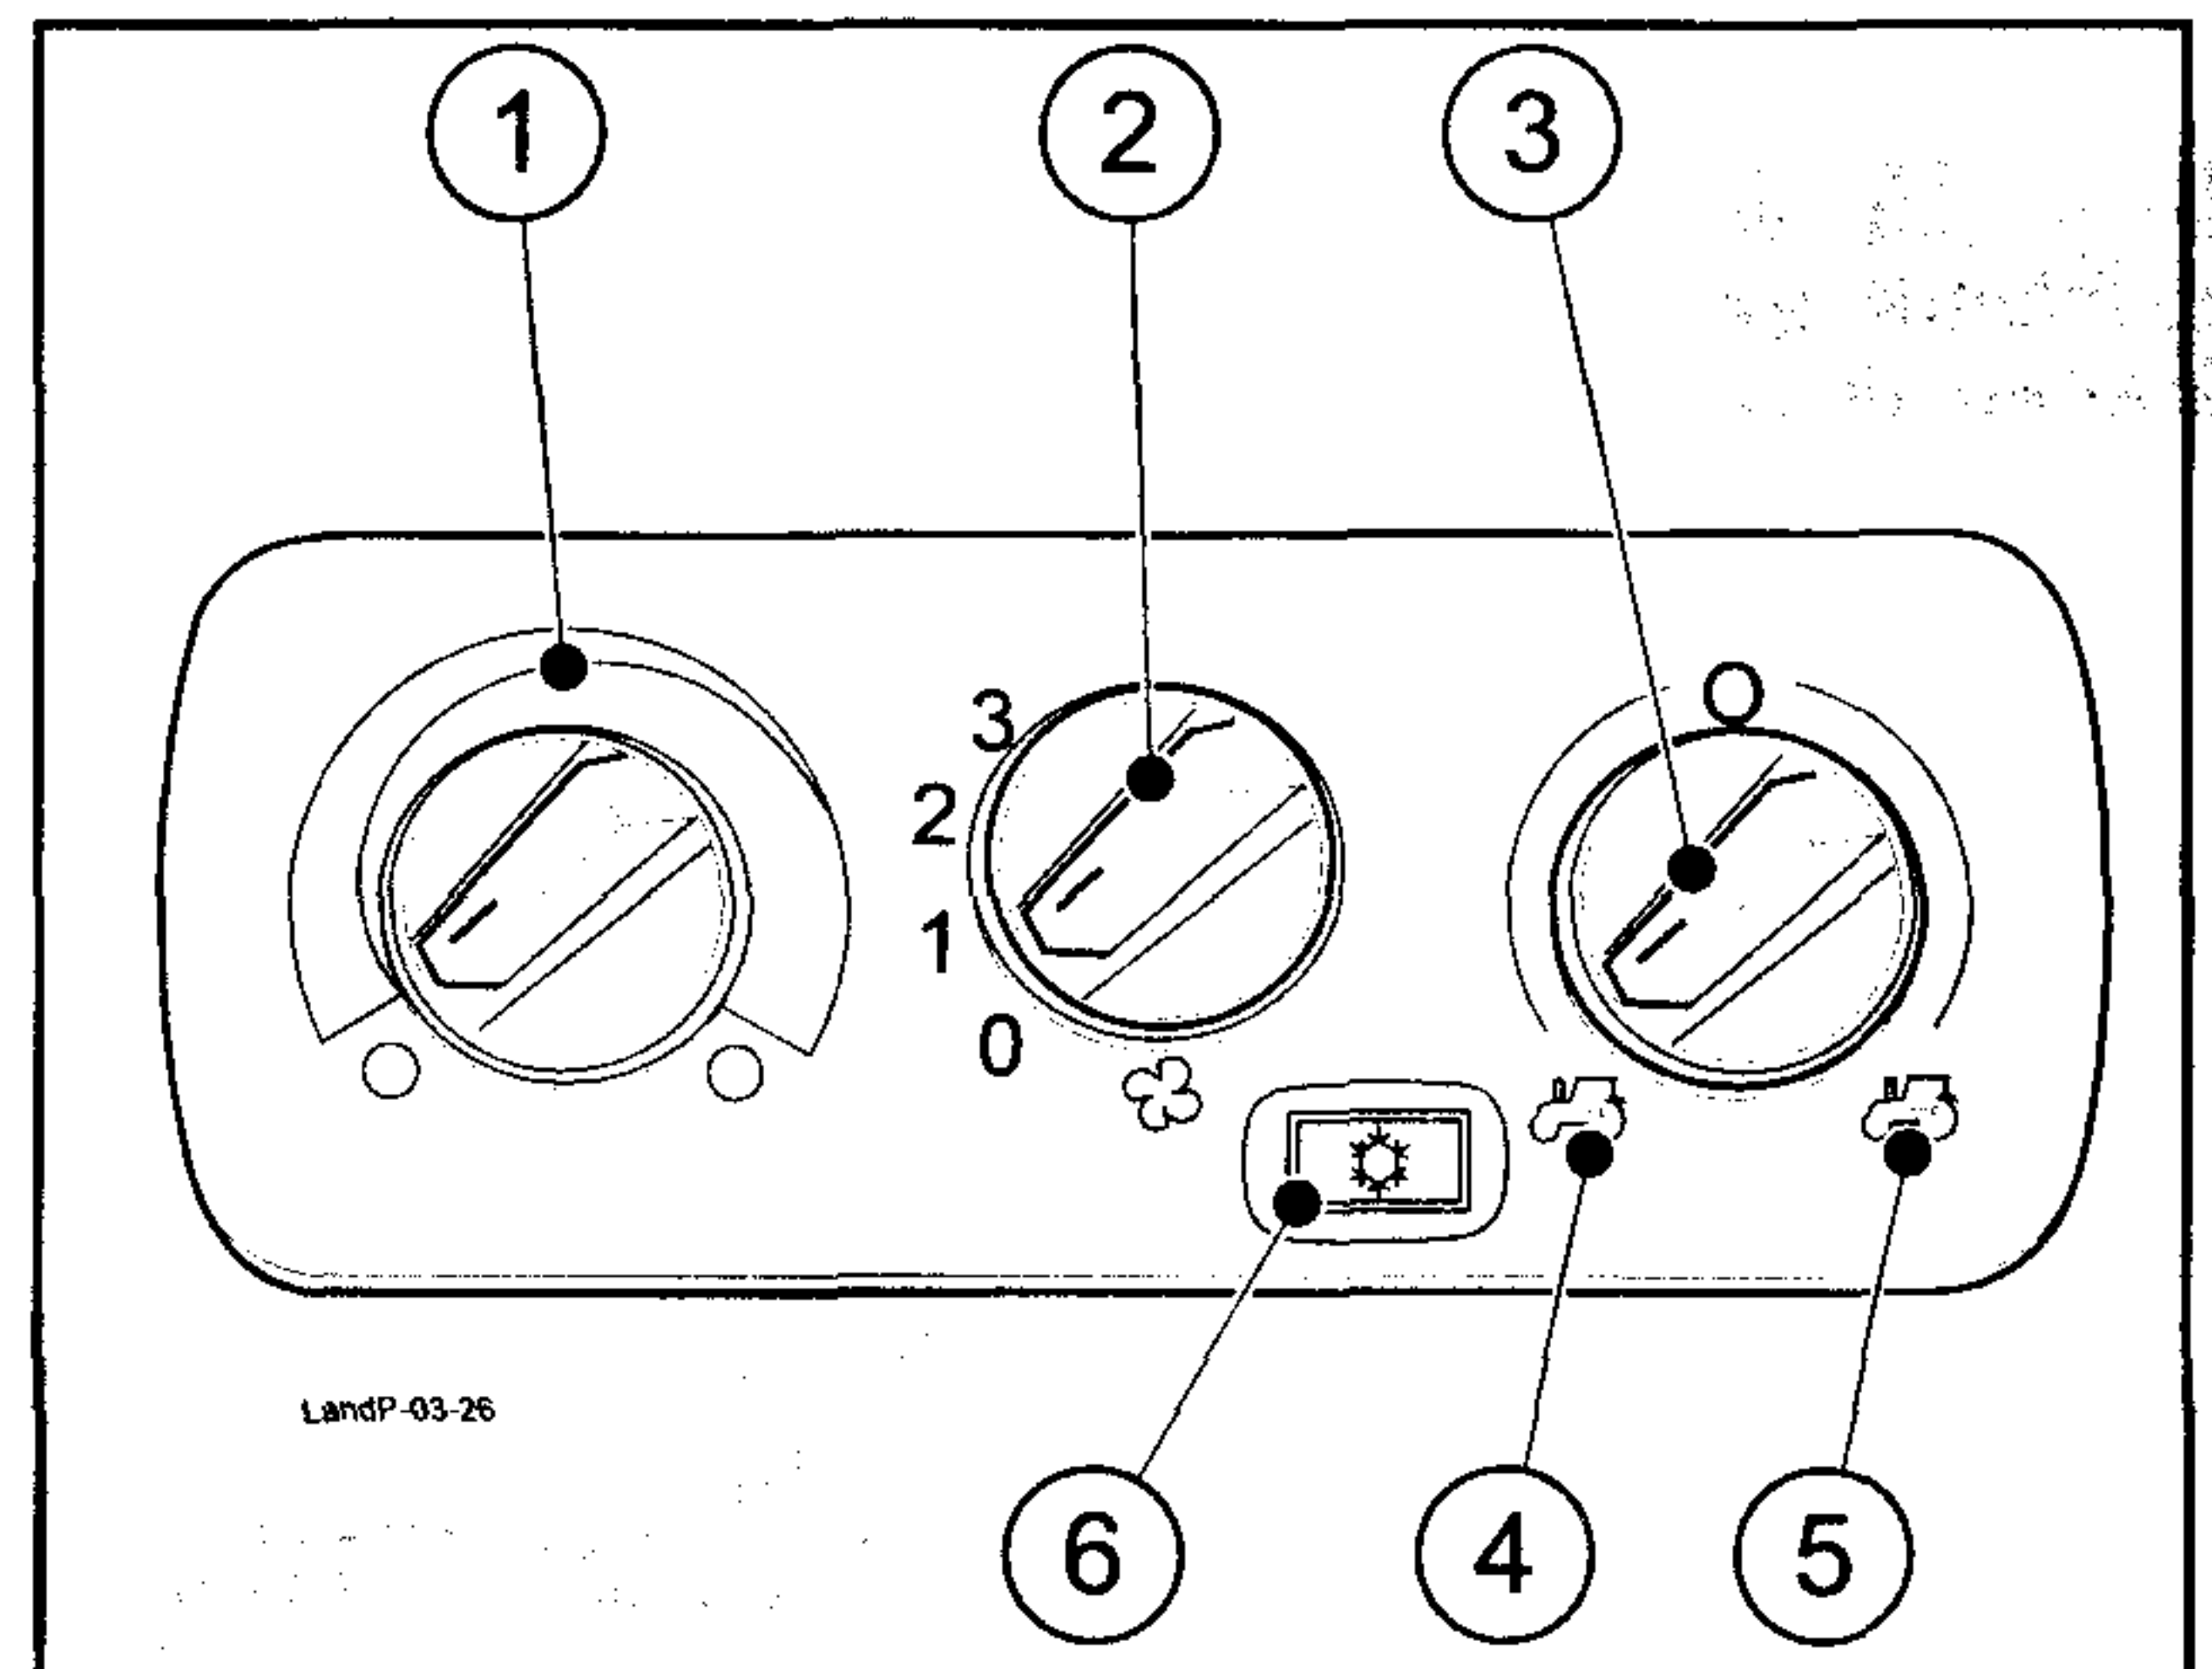
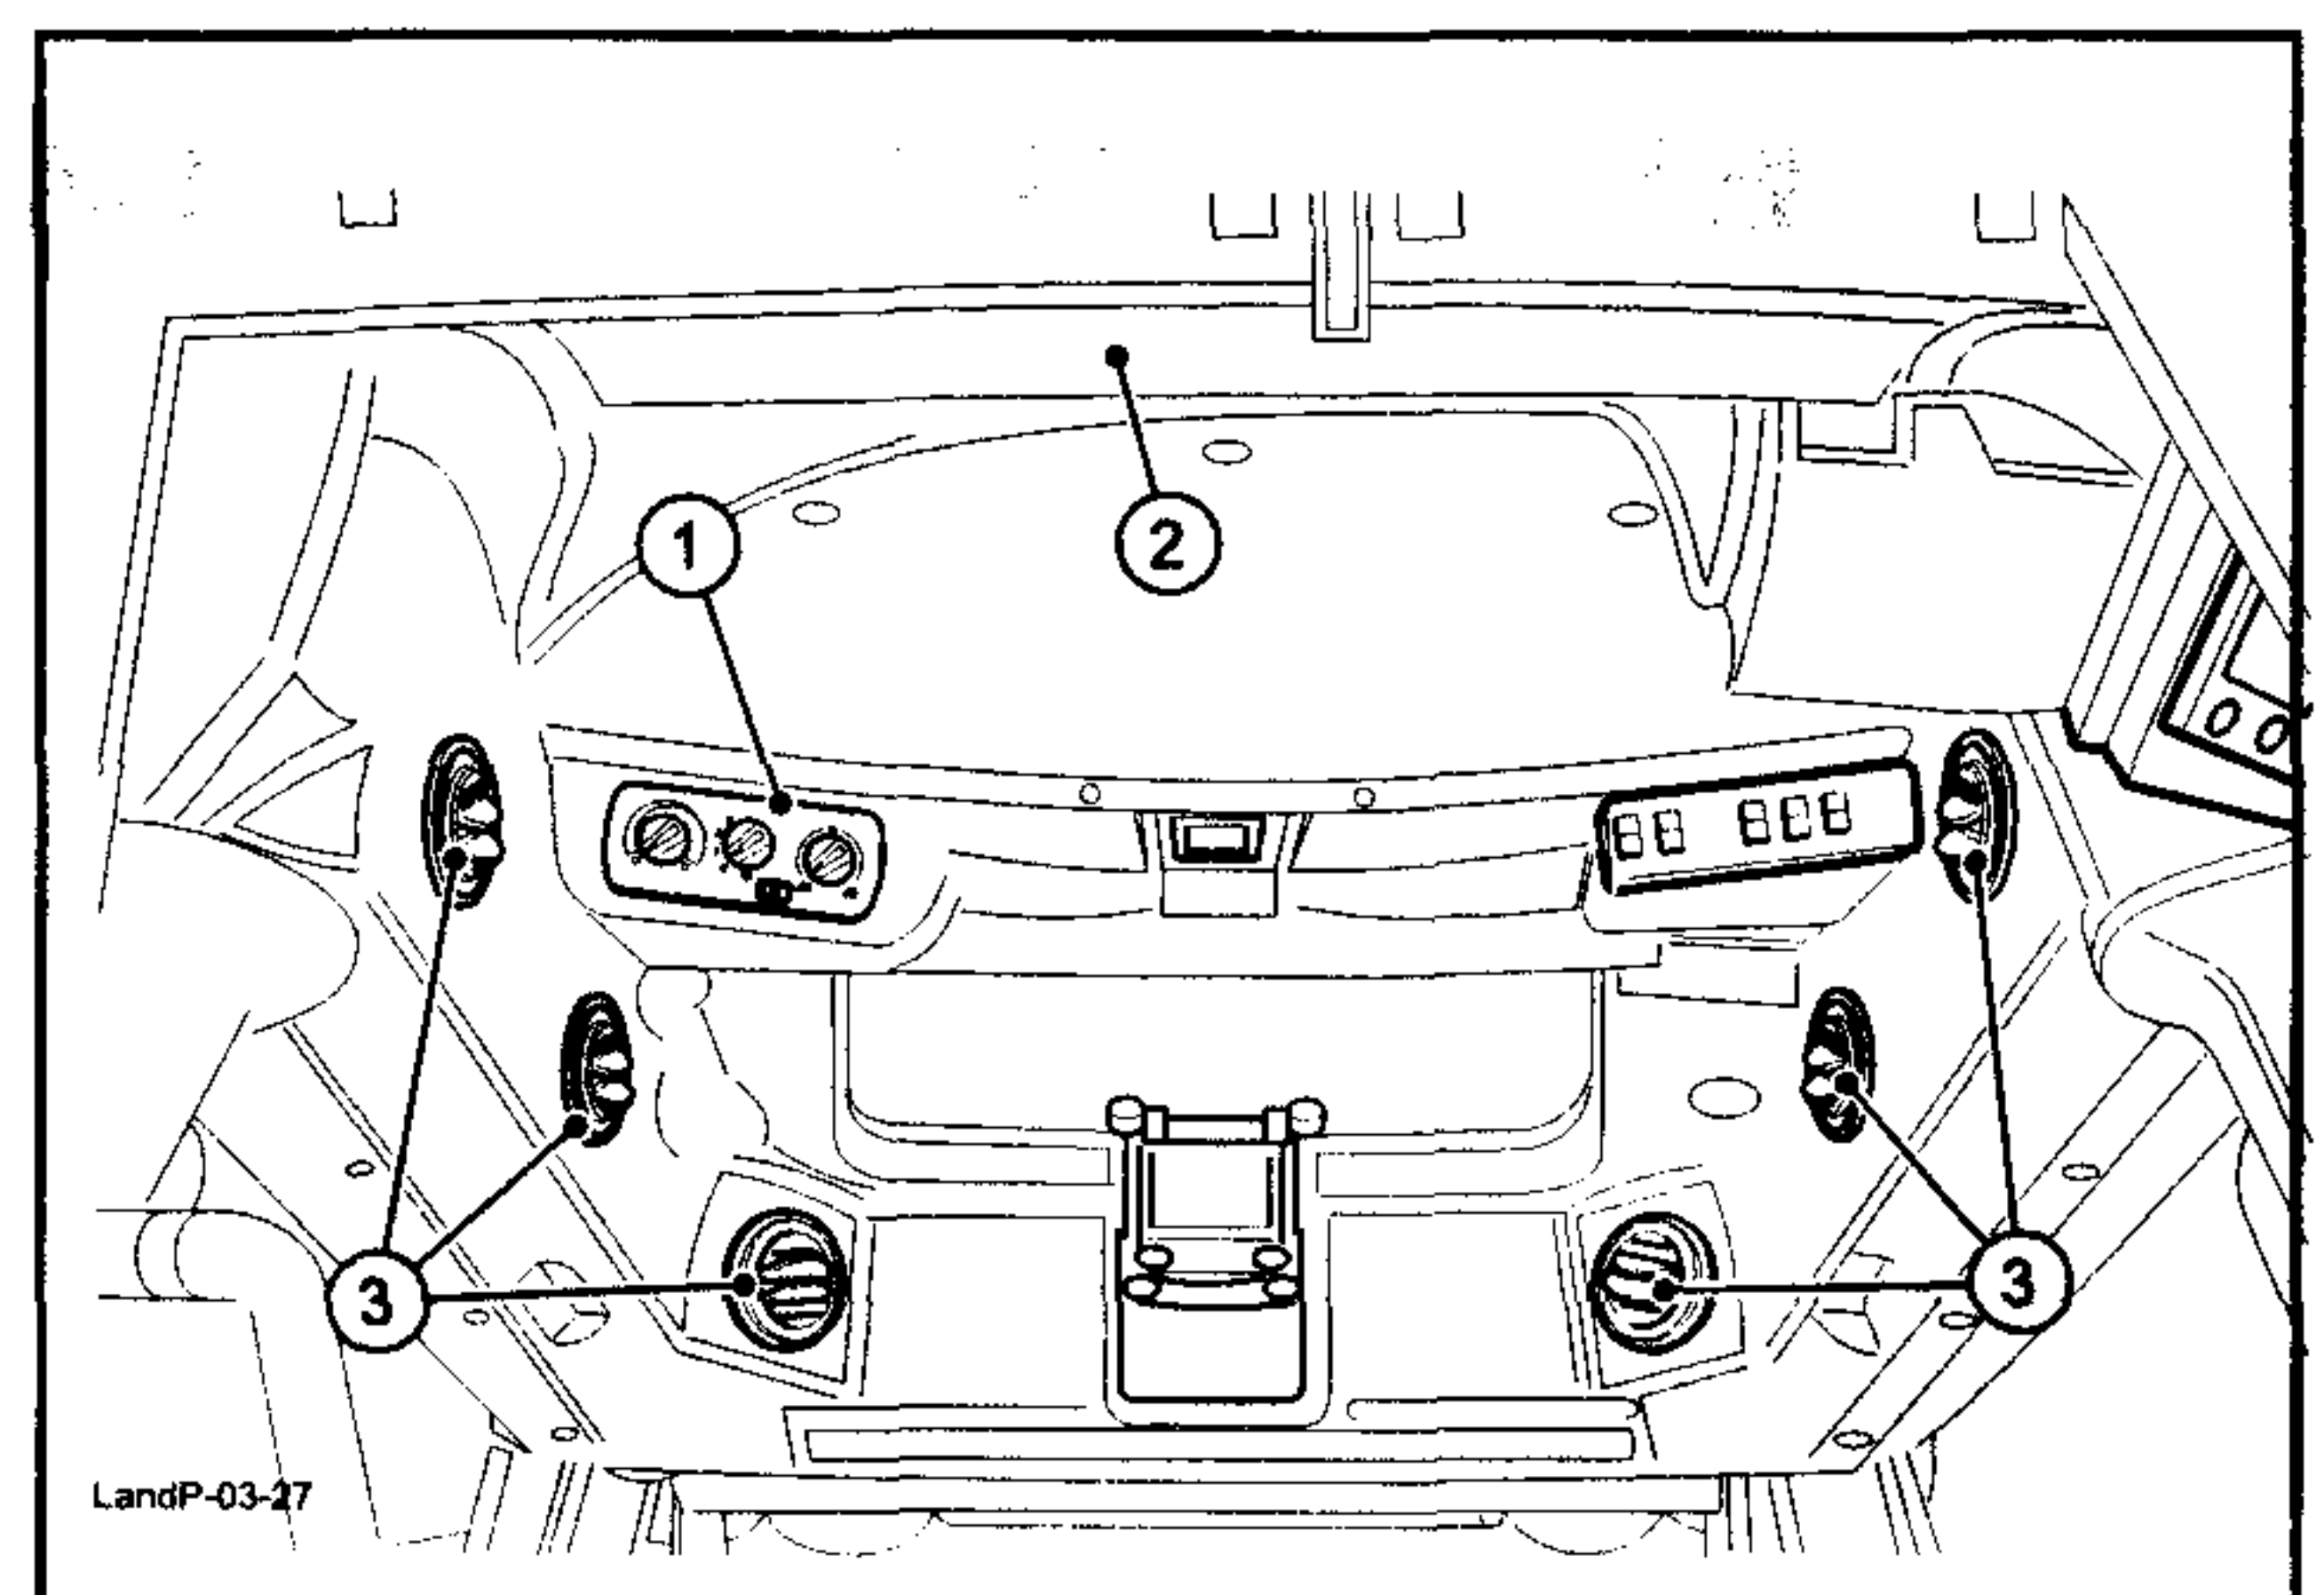

Fig.3-26
Fig.3-27
Regular el pomo de control de la temperatura (1) según la temperatura deseada en la zona roja de calefacción (Fig. 3-26).
- 1 - Controlar que todas las puertas y ventanillas estén cerradas, luego pulsar el botón A / C (6. Fig. 3-26).
- 2 - Con el motor en marcha girar el pomo de regulación de la temperatura para la máxima refrigeración (1).
- 3 - Girar el pomo de mando del ventilador (2) completamente en sentido horario para obtener una rápida refrigeración y abrir las bocas de ventilación (3. Fig. 3-27).
- 4 - Regular la temperatura con el pomo (1- Fig.3-26).
Mandos para calefacción, recirculación del aire y para acondicionado en cabina Fig.3-26
Ventilación – Fig. 3-27